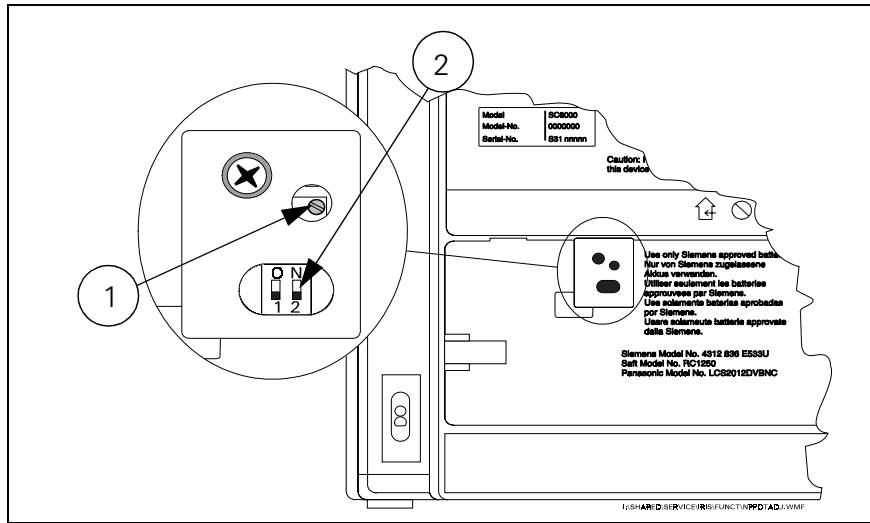

Abbildung 4-1 Potentiometer zur NBP-Kalibrierung und Zugang zum DIP-Schalter im Batteriefach
Siehe Abbildung 4-1. Das Potentiometer zur NBP-Kalibrierung ① und die Öffnungen zum Dip-Schalter ② sind von einem Siegel im Batteriefach verdeckt. Entfernen Sie das Siegel für den Zugang zu Potentiometer und Dip-Schalter.
- 4) Stellen Sie den NBP-Dip-Schalter (2) auf AN (ON). Siehe vergrößerte Darstellung in Abbildung 4-1.
- 4) Regulieren Sie das Kalibrierungspotentiometer, ① in Abbildung 4-1, durch den Zugangsanschluß im Batteriefach, bis die Messung des Monitors und des Manometers genau übereinstimmen.
- 10) Schalten Sie den NBP-Dip-Schalter ② in der Zugangsoffnung im Batteriefach auf AUS (OFF) (siehe Abbildung 4-1 auf Seite 87.)